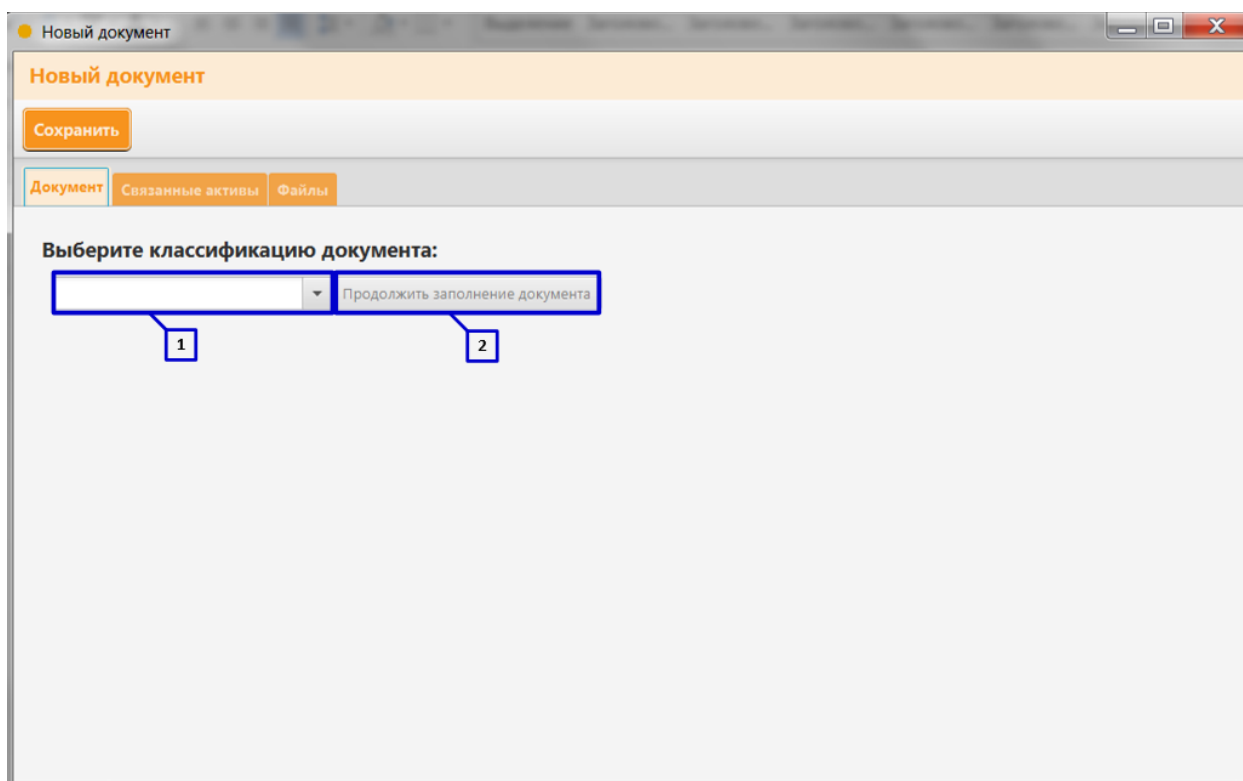

Рисунок 51. Создание документа (Часть 2)
2. В открывшемся окне «Новый документ» вкладка «Документ» выберите классификацию документа (Рисунок 51 пункт 1). Для документов выделены следующие классификации:
3. Нажмите клавишу «Продолжить заполнение документа» (Рисунок 51 пункт 2);